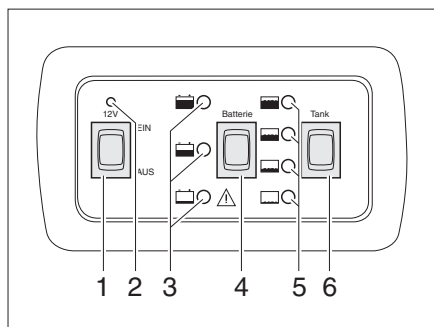

Fig. 87 Panneau de contrôle LT 109
L'interrupteur principal 12 V (Fig. 87,1) établit ou coupe l'alimentation 12 V de la cellule.
*Mise en marche :* ■ Commutateur à bascule (Fig. 87,1) vers le haut : L'alimentation 12 V de la cellule est assurée. Le voyant de contrôle 12 V vert (Fig. 87,2) s'allume.
*Mise hors service :* ■ Commutateur à bascule (Fig. 87,1) vers le bas : L'alimentation 12 V de la cellule est coupée. Le voyant de contrôle 12 V (Fig. 87,2) s'éteint.
L'état de charge de la batterie de cellule peut être consulté avec le commutateur à bascule "Batterie" (Fig. 87,4).
*Affichages :* ■ Appuyer sur le commutateur à bascule "Batterie" (Fig. 87,4) : État de charge de la batterie de cellule.
Après avoir appuyé sur le commutateur à bascule, le voyant de contrôle rouge, jaune ou vert (Fig. 87,3) s'allume :
Le niveau de remplissage du réservoir d'eau peut être consulté avec le commutateur à bascule "Tank" (réservoir) (Fig. 87,6).
*Affichages :* ■ Appuyer sur le commutateur à bascule "Tank" (réservoir) (Fig. 87,6) : Affichage du niveau de remplissage du réservoir.
Un voyant de contrôle (Fig. 87,5) s'allume en appuyant sur le commutateur à bascule :